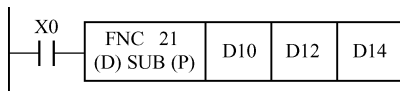

图 6-57 功能指令形式
8. 在如图 6-57 所示的功能指令形式中，“X000”、“(D)”、“(P)”、“D10”、“D14”分别表示什么？该指令有什么功能？程序为几步？